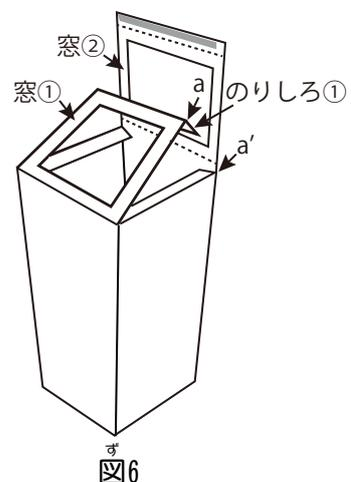

図6
5) 窓①の「のりしろ」①のaと窓②のa'が一致する位置まで「のりしろ」①を箱の内側に差し込みます。点線に合わせるのではありませんので注意! (図6)。